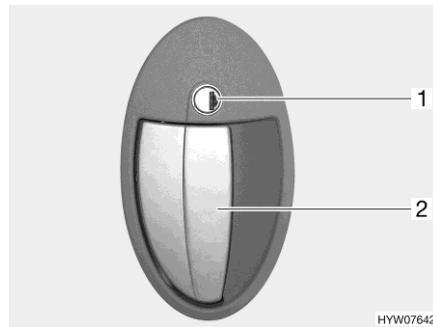

Fig. 50 Serratura della porta (porta di ingresso, lato esterno)
- Inserire la chiave nel cilindro della serratura (Fig. 50,1) e ruotare in senso orario, fino a quando la serratura della porta si sblocca.
- Tirare la maniglia della porta (Fig. 50,2). La porta è aperta.
- Inserire la chiave nel cilindro della serratura (Fig. 50,1) e ruotare in senso antiorario, fino a quando la serratura della porta si blocca.